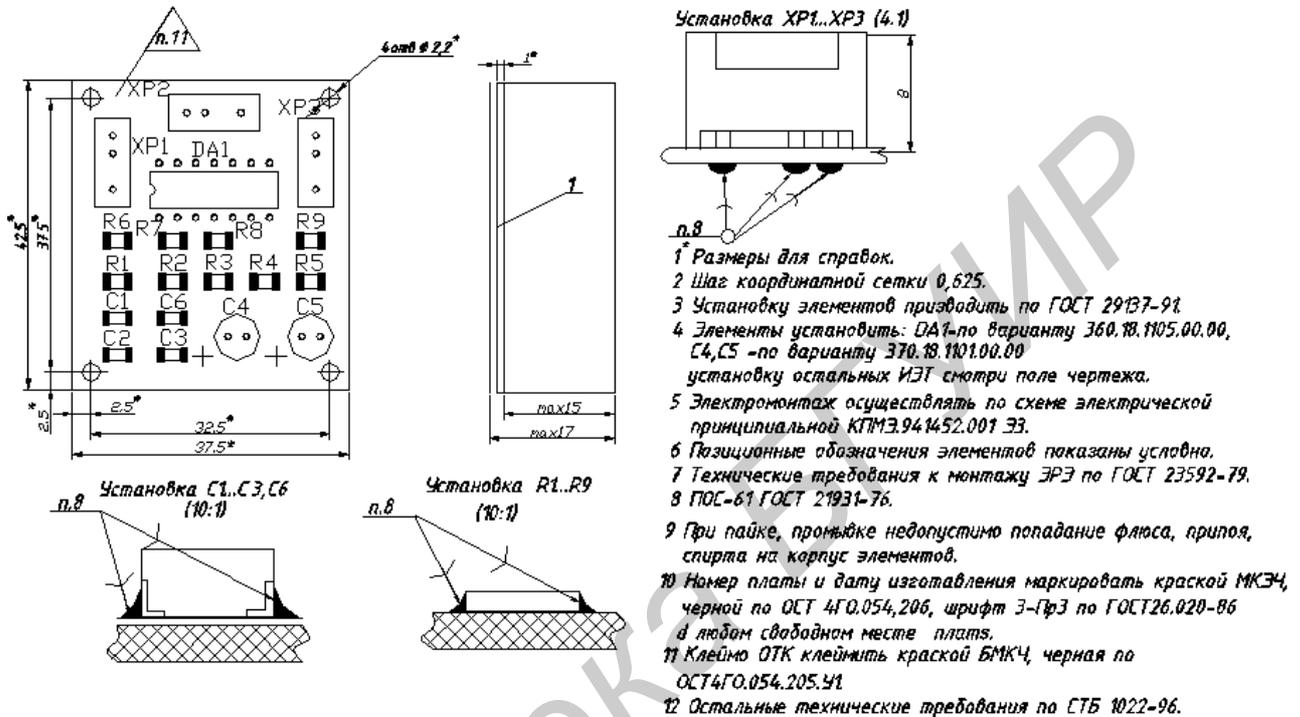

Рис. 33. Оформленный сборочный чертеж электронного блока
2.8. Нанести на чертеже технические требования и заполнить основную надпись аналогично лабораторной работе № 3. Сборочный чертеж электронного блока оформлен (рис. 33).